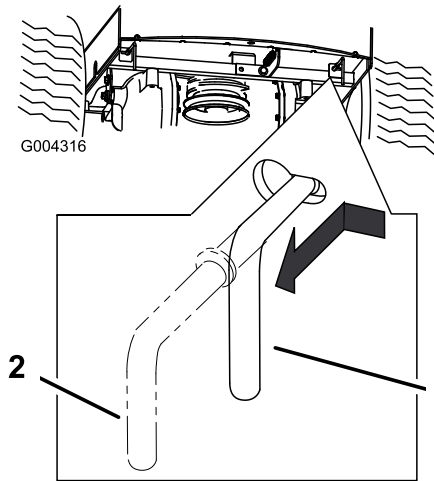

Figura 23
3. Spostate verso l'interno le due leve di bypass e premetele finché la rondella sull'asta non passa attraverso l'intaglio (Figura 23).
4. Premete le leve verso l'esterno per bloccarle (Figura 23).
Spostate ogni leva di bypass verso l'interno, poi tiratela indietro fino in fondo all'intaglio (Figura 23). Premete le leve verso l'esterno per bloccarle.